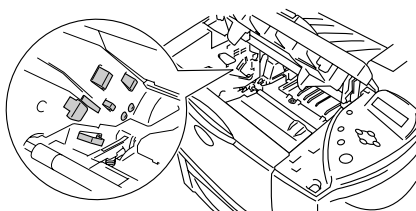

Figura 5-11
- Non toccare gli elettrodi mostrati nella figura 5-11 per evitare di danneggiare la stampante con l'elettricità elettrostatica.